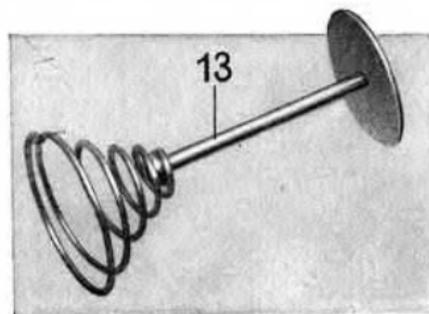

Abb. 4
Der Kondensator-Einsatz KR 2 (mit Kontrolllampe) kann nachträglich im Fachhandel gekauft werden. Da der Einsatz den längeren Batteriebehälter nicht ganz ausfüllt, muß man ein Kontakt-Zwischenstück (13), das ebenfalls im Fachhandel zu haben ist, verwenden (siehe Abbildung 4). Die Druckfeder in der Verschlusskappe (5) des Batteriebehälters wird entfernt und an ihre Stelle das Kontakt-Zwischenstück (13) eingesetzt. Den Kondensator-Einsatz steckt man mit der gebogenen Feder zum Schwenkkopf (2) zeigend in den Batteriebehälter hinein. Dann setzt man die Verschlusskappe (5) in der gleichen Weise auf, wie im vorhergehenden Abschnitt beschrieben wurde.